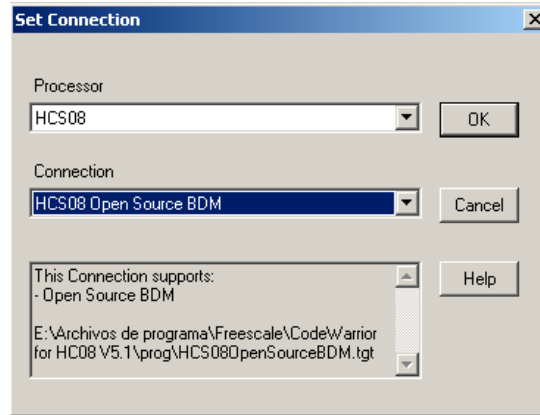

Figura 3.- Pantalla “Set Connection”.
- 5) Hacer “click” en la opción “*Set Connection.....*” y elegir el tipo de MCU a usar (HCS08) y la herramienta (**HCS08 Open Source BDM**) y hacer “click” en “**O.K**” (Figura 3).